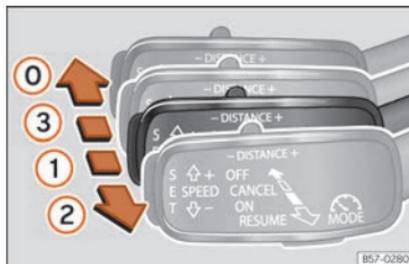
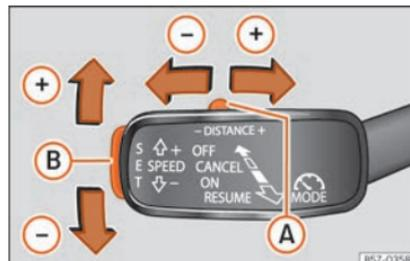

Fig. 157 À esquerda da coluna de direção: terceira alavanca para utilizar o ACC.
Fig. 158 À esquerda da coluna de direção: terceira alavanca para utilizar o ACC.
O seu veículo dispõe de ACC se possuir uma terceira alavanca à esquerda da coluna da direção »» Fig. 157.
- Desloque a terceira alavanca até à posição **ON** »» Fig. 157 ①
- Para começar a regulação pressione o botão **SET** »» Fig. 158 (B) ou desloque a alavanca para a posição **RESUME** »» Fig. 157 ②.
Para programar desloque a terceira alavanca para cima + ou para baixo - até a velocidade desejada »» Fig. 158. O ajuste de velo-
Com o ACC ativo pode deslocar a alavanca até à posição **RESUME** »» Fig. 157 (2) para aumentar a velocidade desejada em 1 km/h (1 mph). Em seguida, pode pressionar **SET** para diminuí-la em 1 km/h (1 mph).
- Desloque a tecla (A) »» Fig. 158 para a direita ou a esquerda para aumentar ou diminuir o nível de distância.
- Desloque a terceira alavanca para a posição **CANCEL** »» Fig. 157 (3) ou carregue no pedal do travão.